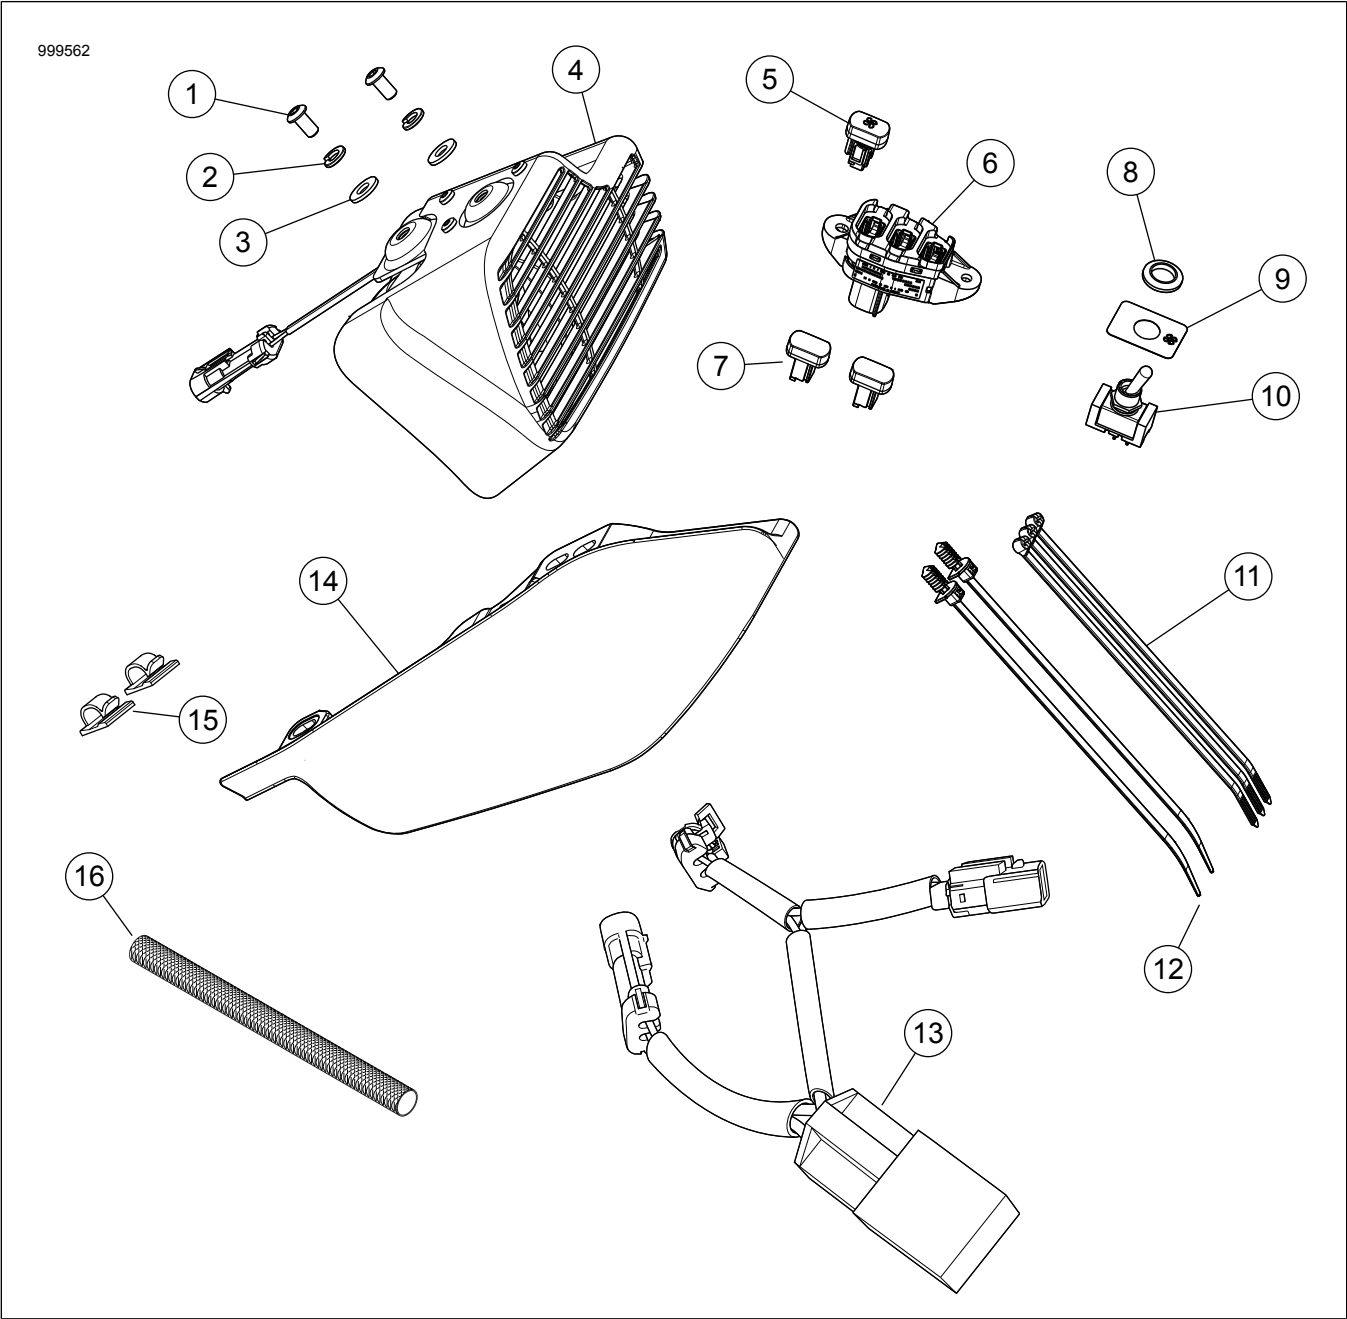

Figura 7. Piezas de servicio: Kit del ventilador
Vea Figura 7 y Tabla 1.
1. Ver Figura 7 . Si ha sido previamente equipada, instale el deflector del subchasis nuevo (13).
5. Ver Figura 7 . Instale el interruptor del ventilador.
- a. **Vehículos con fuselaje:** instale el tablero de interruptores (6) y el interruptor del ventilador (5). Consulta el manual de servicio.